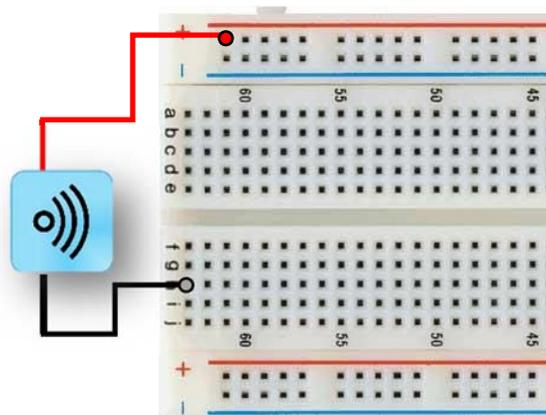

Figura 1.7
1.5.3. Arme el circuito de la figura 1.7 seleccionando los nodos correspondientes.
¿Una vez que se cierra el circuito de la figura 1.7 con el equipo de medición, se escucha algún sonido?